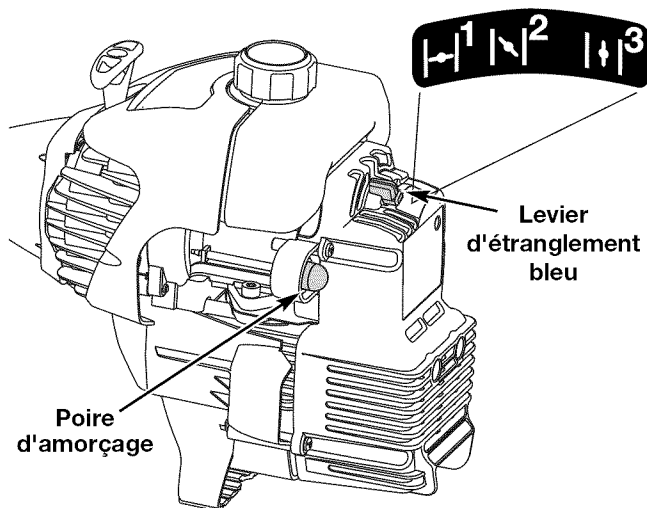

Fig. 10
2. Pressez et relâchez la poire d'amorçage à 10 reprises, lentement. Une certaine quantité d'essence **devrait être visible dans la poire d'amorçage** et les conduites d'essence (Fig. 10). Si vous n'apercevez pas d'essence dans la poire, pressez et relâchez la poire autant de fois qu'il le faut pour y voir de l'essence.
3. Placez le levier d'étranglement bleu en **position 1** (Fig. 10).
5. Placez le levier d'étranglement bleu en **position 2** (Fig. 10).
8. Placez le levier d'étranglement bleu en **position 3** (Fig. 10). La machine est prête à être utilisée.
**SI...** le moteur hésite, remettez le levier en **position 2** (Fig. 10) et continuez à le chauffer.